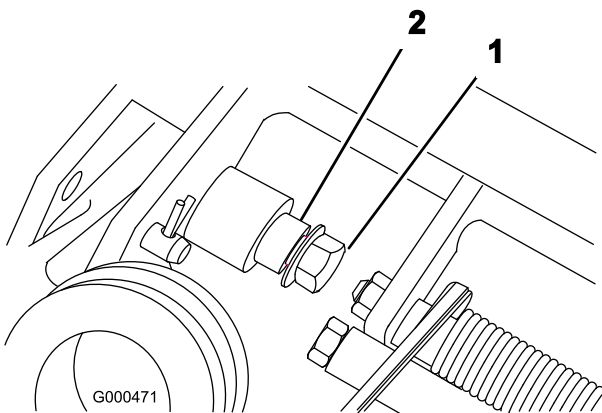

Bild 7
1. Nehmen Sie die Sicherungsbundmutter von der Schraube ab, und drehen Sie den Stift an jeder Seite des Rasenmähers (Bild 7).